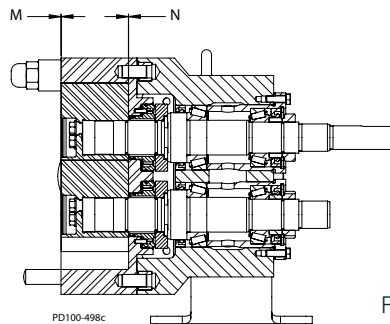

Figura 59 - Mida la holgura
5. Compruebe la holgura obtenida en la cara trasera y en la delantera (elementos M y N en Figura 59). Ajuste el espesor de los espaciadores según sea necesario.